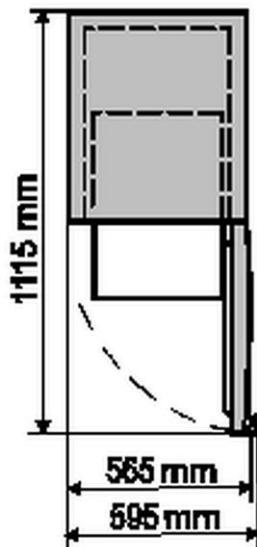

Рис. 3: Вид сверху с открытой дверью прибора
- Если прибор расположен в углу, следует оставить зазор в стороне не менее 60 мм (рис. 3), чтобы можно было полностью открыть дверцу прибора с ручкой.